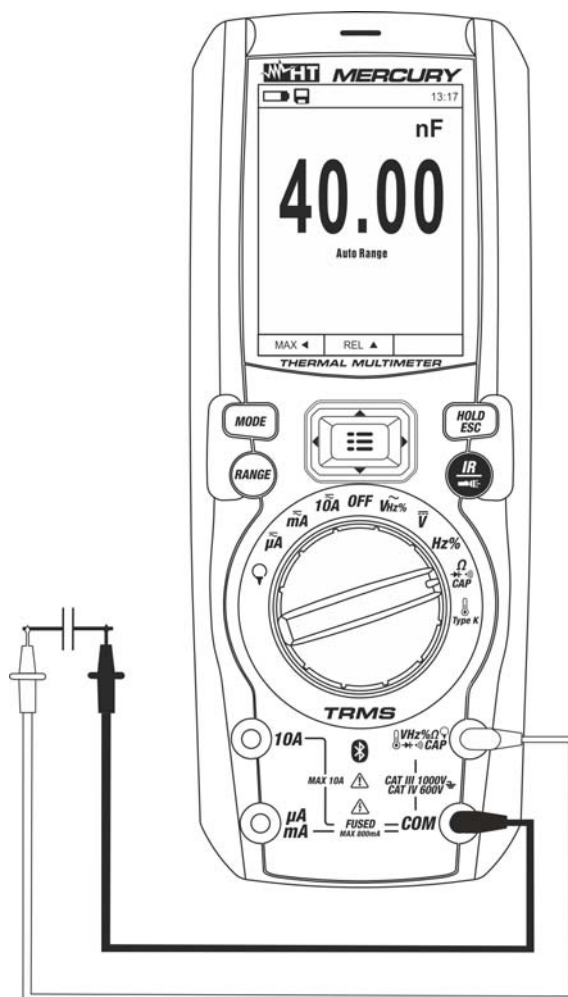

Fig. 26: Uso do instrumento para a medição de Capacidades
5. Colocar as ponteiros nas extremidades da capacidade em exame respeitando eventualmente as polaridades positivas (cabo vermelho) e negativas (cabo preto) (ver Fig. 26). O valor é apresentado no display. **Em função da capacidade, o instrumento poderá demorar alguns segundos antes de apresentar o valor final correto.** A barra gráfica não está ativa nesta função.